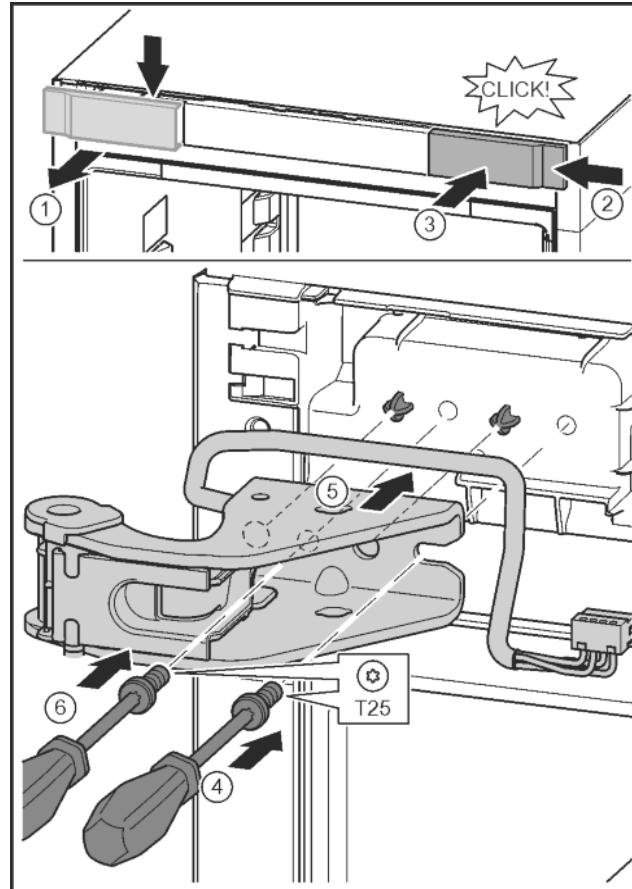

Fig. 28
- Отпустить крышку и снять сбоку. Fig. 28 (1)
- Навесить крышку, повернув ее на 180°, справа с другой стороны. Fig. 28 (2)
- Крышку зафиксировать. Fig. 28 (3)
- Установить винт отверткой T25. Fig. 28 (4)
- Установить верхний опорный кронштейн. Fig. 28 (5)
- Затянуть винт. Fig. 28 (4)
- Вставить и затянуть винт отверткой T25. Fig. 28 (6)